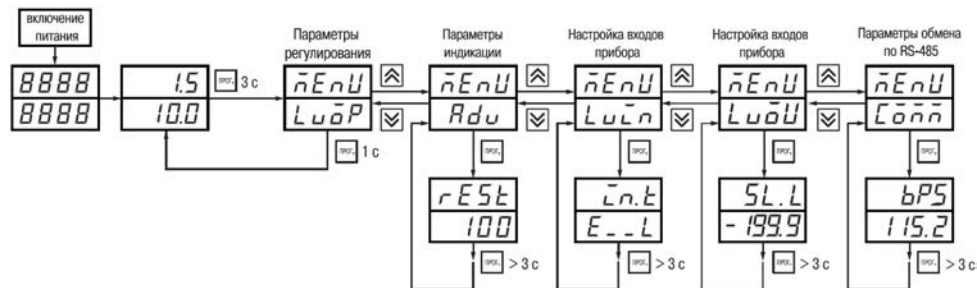

Рисунок 7.1
7.1.2 Основные параметры прибора TPM201 объединены в 5 групп: *LuōP*, *Adu*, *LuĀn*, *LuōU* и *Cōññ*, составляющие меню прибора (рисунок 7.1). Полный список программируемых параметров приведен в Приложении Б.